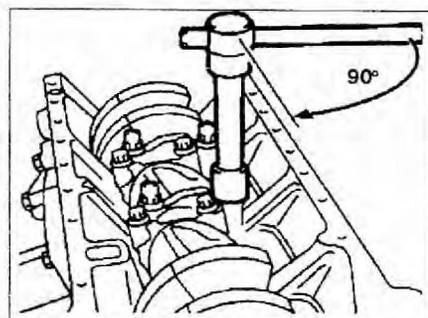

Рис. 2.41. Затягивание шатунных крышек.
18. Затяните болты крепления шатунных крышек до момента $42 \text{ Нм} + 90^\circ$ (рис. 2.41).